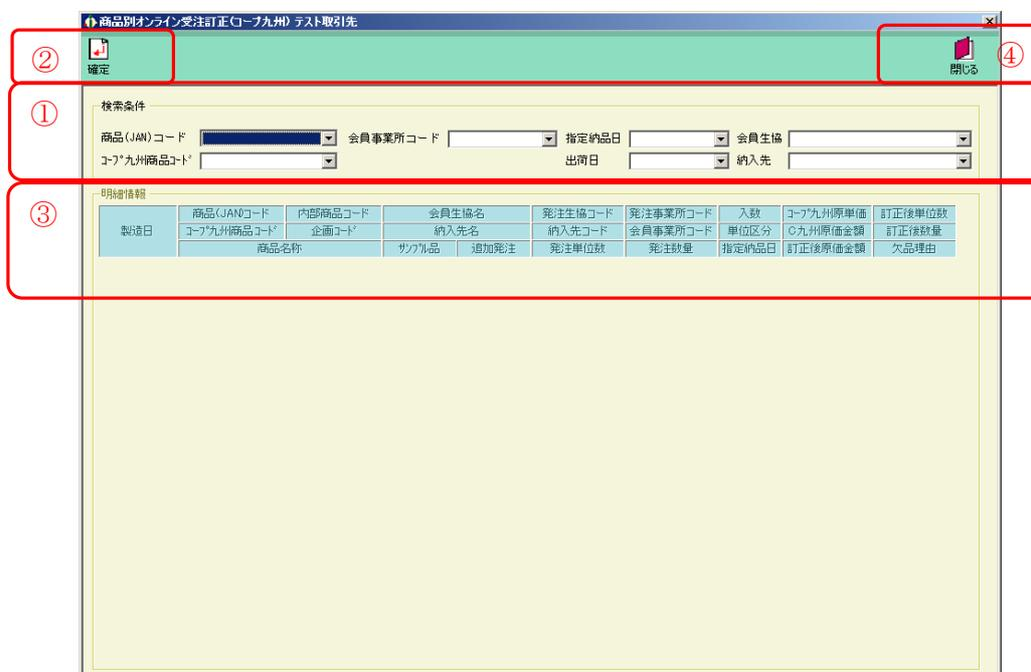

図 5-4-1. 初期表示画面
- (イ) 「図5-4-1. 初期表示画面」の④、または「図5-4-2. 一覧表示画面」の⑧の「閉じる」ボタンをクリックする事で商品別オンライン受注訂正画面を終了します。